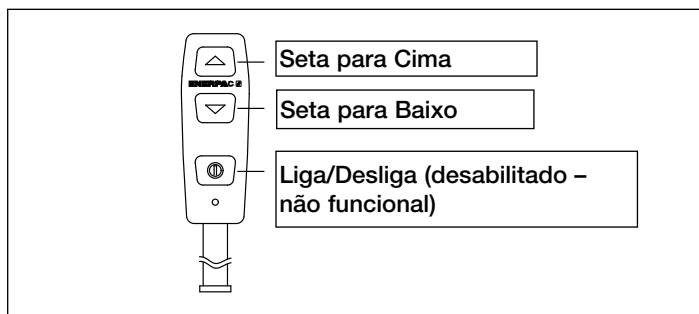

Figura 6
5.1 Operação do Controle (ver Figura 6)
4. Pressione e sustente o botão Seta Para Cima no controle. (ver figura 6). Permita a geração de pressão.
- b. Pressione e sustente o botão Seta para Cima no Controle (ver figura 6). Permita a geração de pressão
8. Libere o botão Seta para Cima. Certifique-se que manômetro indica zero (0) psi.